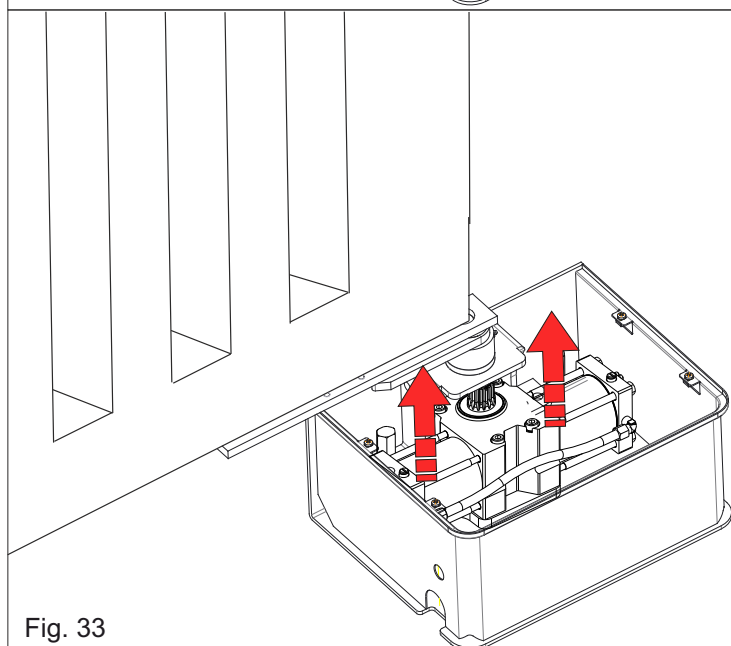

Fig. 33
8.3. Soulever l'opérateur et insérez la tige cannelé de l'opérateur dans le trou de la tige du caisson (Fig. 33)